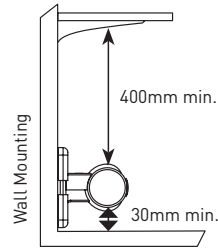

Bild.4
- Följ anvisningarna i [Bild 4] om hur stort fritt utrymme som ska finnas ovanför och nedanför värmeröret.